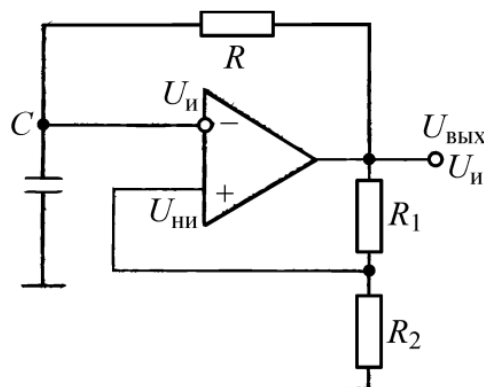

Рис. 3 - Схема мультивибратора на ОУ
*Мультивибратор на ОУ*, одна из схем которого представлена на рис. 3, имеет две цепи обратной связи (ОС). Частотно-независимая положительная ОС реализуется подачей сигнала с выхода ОУ на неинвертирующий вход ОУ, а отрицательная ОС подается через интегрирующую RC-цепь на инвертирующий вход.